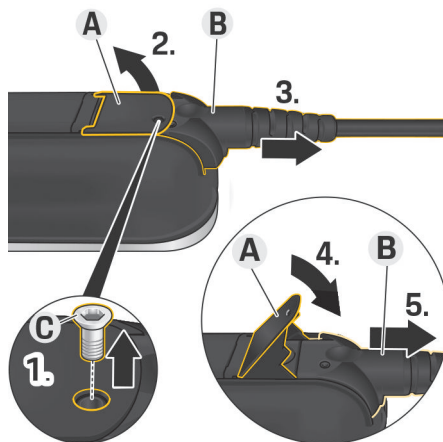

Fig. 59 Débranchement du câble
1. Desserrez la vis **C** (Fig. 59) à l'aide d'un outil approprié.
2. Levez le levier **A** (Fig. 59).
3. Sortez le connecteur **B** (Fig. 59) jusqu'au premier point de résistance.
4. Fermez le levier **A** (Fig. 59).
5. Débranchez entièrement le connecteur **B** (Fig. 59).